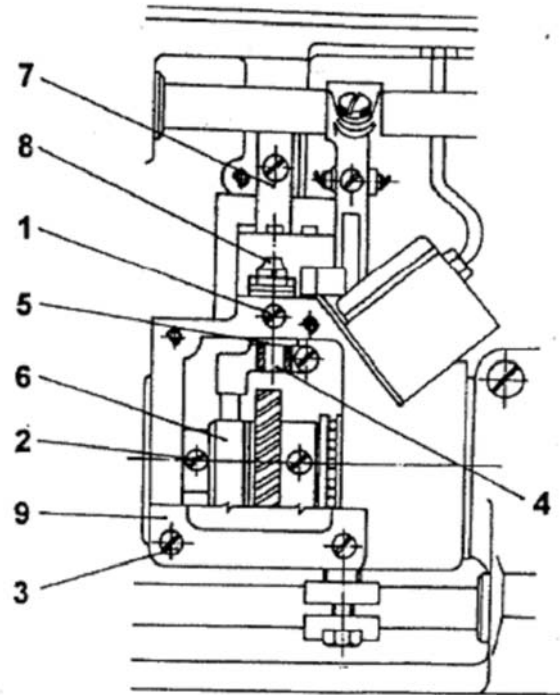

Fig. 9
13. Регулировка челнока (рис. 9)